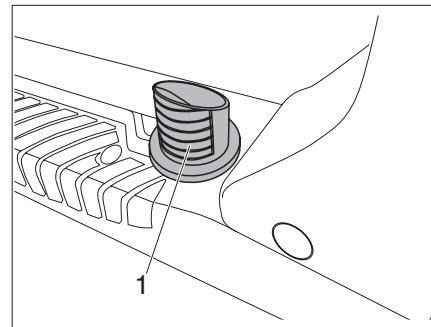

Bild 71 Utlopp uppvärmning
► Utloppet (Bild 71,1) får inte övertäckas eller riktas direkt mot föremål eller kroppsdelar.